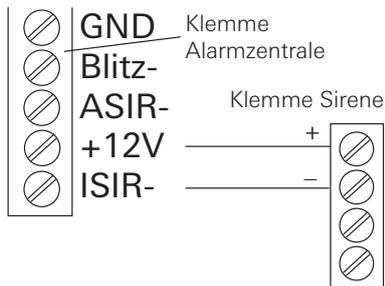

Bild 2: Anschluss der Innensirene an die Alarmzentrale/VdS
- Verdrahtung der Innensirene wie nachfolgend beschrieben (siehe Bild 2 und 3).